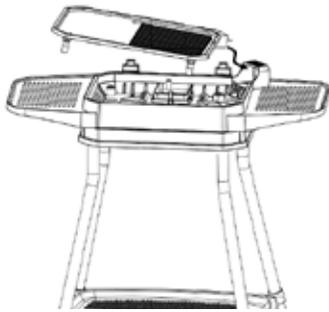

Abb. 9
11. Legen Sie die Grillplatte ein (Abb. 9). Hierzu müssen Sie die Grillplatte [6] leicht schräg halten, damit die Anschlussbuchse der Grillplatte durch die dafür vorgesehene Öffnung (Buchsenhalterung) im Grillgehäuse passt. Achtung: Die Grillplatte darf nur in diesem Gerät betrieben werden!